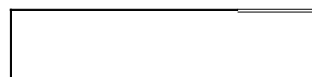

Figura 9
- Se propone colocar un tope en el extremo que se localiza en la esquina derecha más alejada del trabajador, de tal forma que sin visualizar exactamente la posición haga un movimiento de deslizamiento hasta el tope de la derecha y otro en perpendicular hasta el tope del frente. Conseguiría 6 lotes de 10 cortinas para posteriormente colocarlos en el contenedor (ver figura 9).